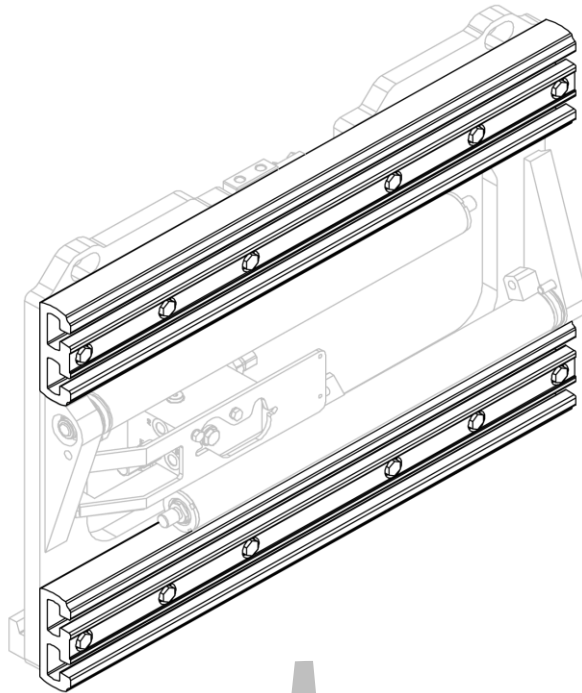
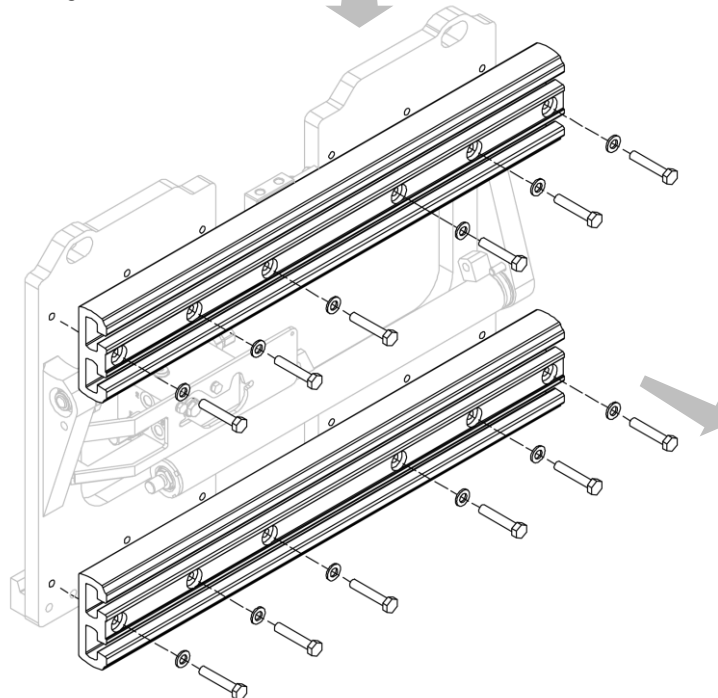

Figure 28
Figure 29
2. Retirer, un par un, les profils en aluminium après avoir dévissé les vis prévues à cet effet (voir *Figure 28* e *Figure 29*).